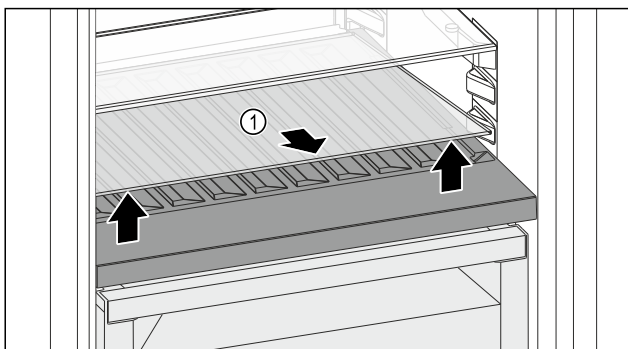

Fig. 123
- ▶ Dvignite stekleno ploščo Fig. 123 (1) pri odprtini spredaj in jo odstranite.
- ▶ Stekleno ploščo Fig. 123 (1) varno shranite zunaj naprave.